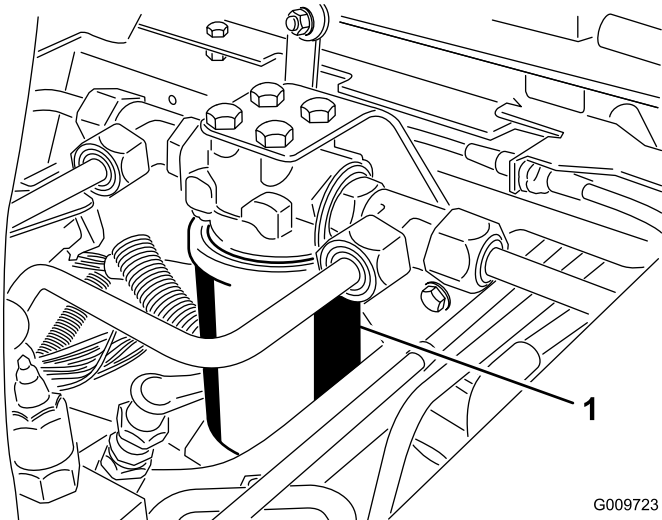
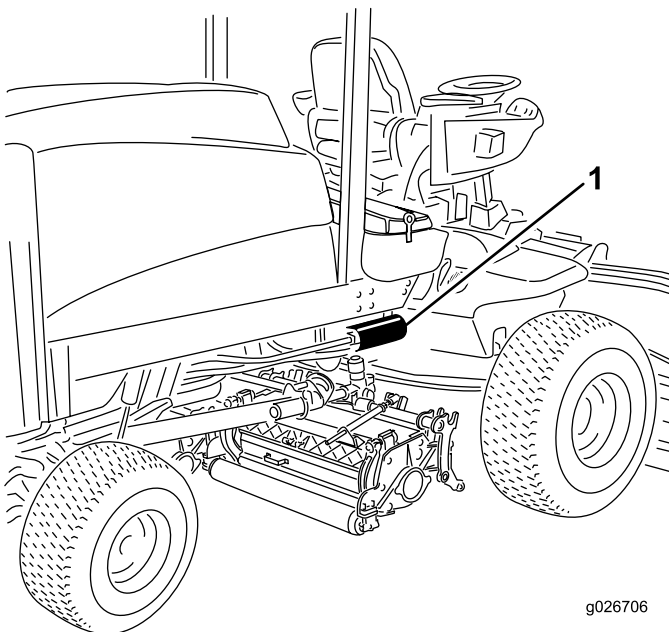

Bild 97
Bild 98
2. Reinigen Sie den Anbaubereich des Filters. Stellen Sie ein Auffanggefäß unter den Filter (**Bild 97** und **Bild 98**) und entfernen diesen.